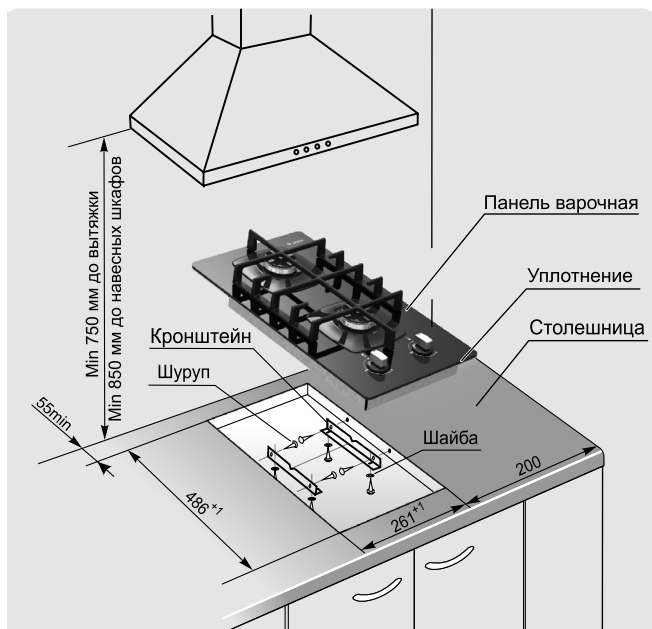

Рис. 4
1. Точно разметить на столешнице контур проема под прибор в соответствии с рис. 4. Минимальное расстояние от края проема до боковых вертикальных стенок (справа или слева) - 200 мм, до задней стенки - 55 мм. Стена за прибором должна быть облицована термостойким материалом (например керамической плиткой и т. п.).